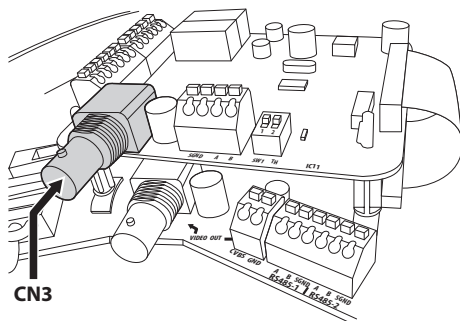

Fig. 14
- **Video Secondario:** La seconda uscita video (connettore CN3, Fig. 14, pagina 15) permette di selezionare il segnale video della camera termica o del modulo integrato ("10.11 Commutazione dell'uscita video secondaria", pagina 45). Il segnale video visualizzato di default è quello proveniente dalla telecamera termica.
- **Video Secondario:** Il segnale video secondario (connettore CN3, Fig. 14, pagina 15) non è utilizzato.